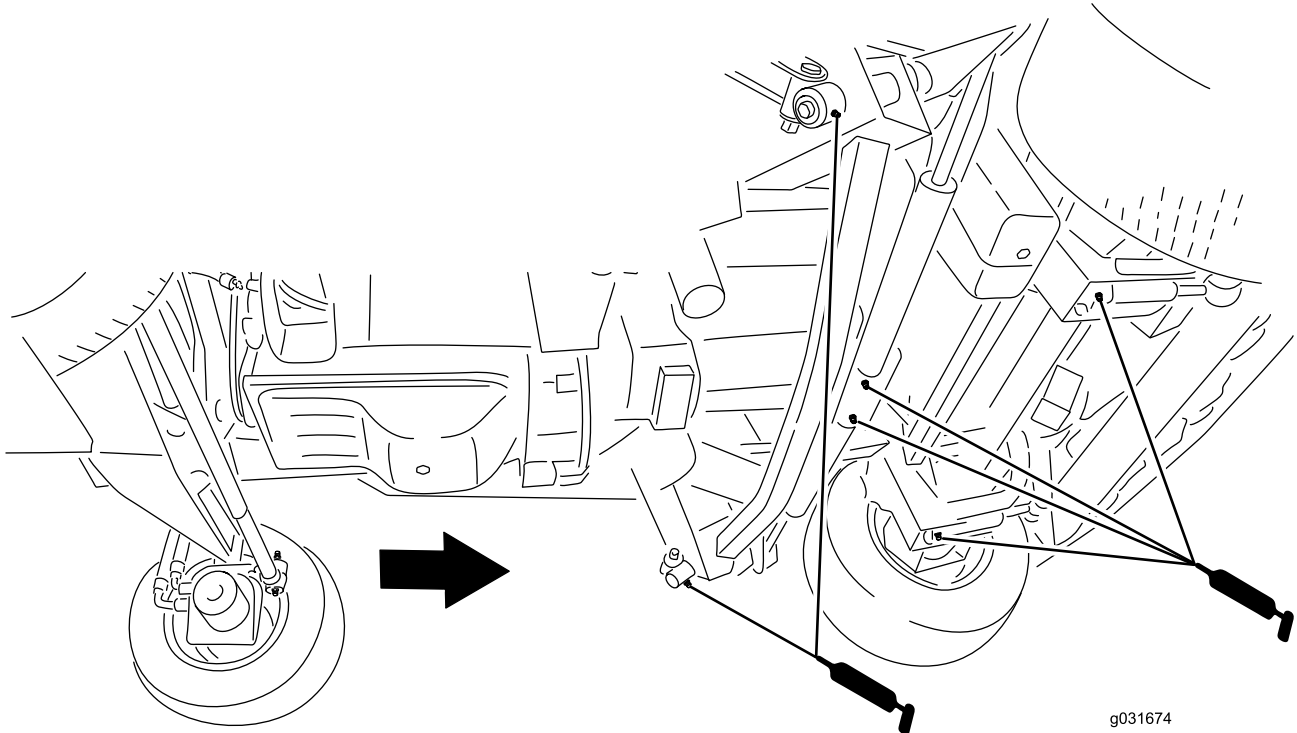

Figure 49
- 2 bras d'impact (Figure 49)
- 2 pivots de vérins de levage de plateau avant (Figure 49)
- 2 pivots de vérins de levage de plateaux latéraux (Figure 49)